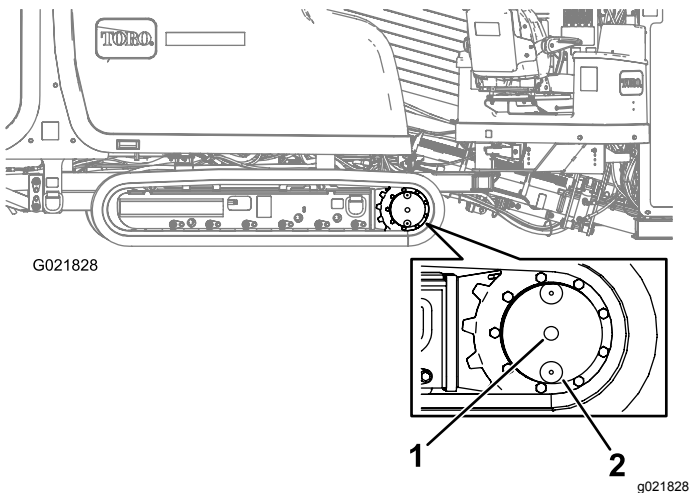

Figura 103
2. Limpie la zona alrededor del tapón de llenado con un disolvente (Figura 103).
3. Retire el tapón de nivel de aceite (Figura 103).
2. Limpie la zona alrededor del tapón de nivel de aceite (Figura 103).
3. Gire la transmisión planetaria hasta que el tapón de vaciado esté directamente debajo del tapón de nivel de aceite (Figura 103).